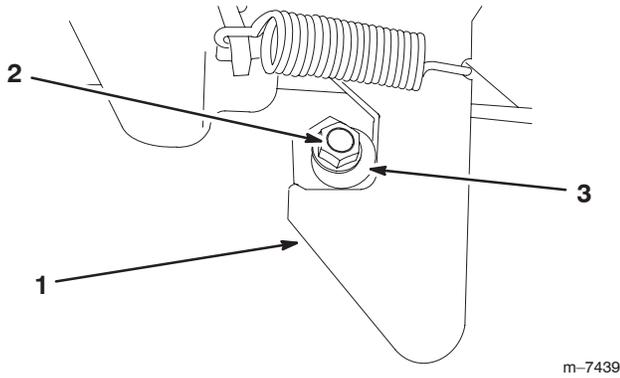

Bild 24
1. Lösen Sie die Mutter am Ende des Verriegelungspfosten (Bild 24).
2. Drehen Sie den Verriegelungspfosten im Uhrzeigersinn, bis er am Riegel anliegt. Ziehen Sie dann die Mutter fest (Bild 24).